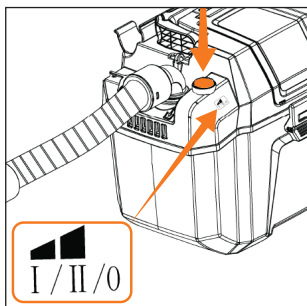

Рис. 15
- Для модели DAVC 1012Li нажмите на кнопку включения первый раз, пылесос начнет работать в стандартном режиме. Нажмите второй раз, пылесос начнет работать в режиме высокой мощности. При нажатии третий раз пылесос выключается (Рис. 15).